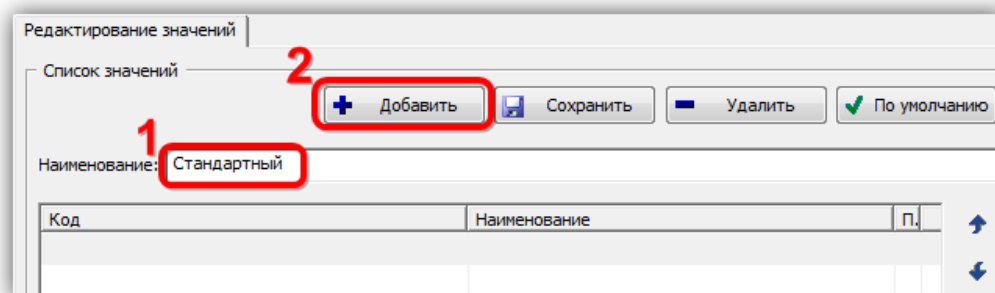

Рис. 10-147 – Задание значения опциона
- 2) На панели инструментов правого окна нажать кнопку «Добавить». После этого появится диалоговое окно «Добавление опциона» (рис. 10-147).
Поле «Код» (или «Обозначение») состоит из двух частей. В левой части (1 на рис. 10-147) выводится код корневого²⁶⁾ раздела для той ветки дерева, в которой создается новый опцион. Изменить его можно лишь изменив код корневого раздела справочника. В правой части (2 на рис. 10-147) выводится код опциона, который предлагается по умолчанию – это значение можно отредактировать. Уникальность опциона определяется совокупностью двух частей кода и проверяется по всему справочнику опционов.
3) В поле «Наименование» ввести название опциона «Клапан обратный» (3 на рис. 10-147).
2) После этого откроется диалоговое окно «Добавление опциона», приведенное на рис. 10-147.
2) После этого откроется диалоговое окно «Изменение опциона», которое полностью идентично окну «Добавление опциона», приведенному на рис. 10-147.